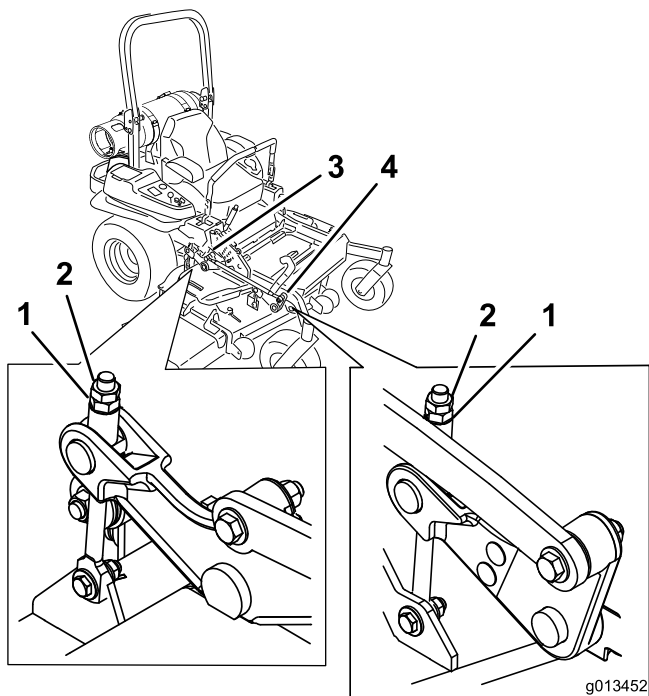

Figure 87
10. Ajustez précisément le serrage de l'écrou de réglage sur l'ensemble de relevage du tablier avant (Figure 87).
- Ajustez précisément le serrage de l'écrou de réglage sur l'ensemble de relevage du tablier avant (Figure 87).